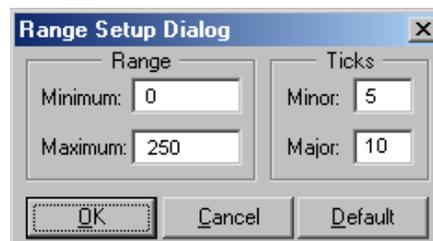

Рис. 29. Окно для установки диапазона.
2. *Установка диапазона.* Диапазон измерений вы можете задать сами. Для этого наведите курсор на любое устройство и нажмите правую клавишу мыши. Откроется окно установки диапазона (Рис. 29). Введите максимальное и минимальное значения и точки отметки и нажмите ОК. Установки диапазона измерений сменятся. Для установки значений диапазона по умолчанию нажмите клавишу Default. Нажмите Cancel, чтобы отменить задание.